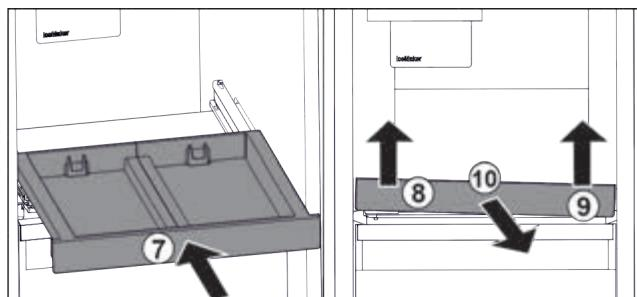

Fig. 82
- Вставити витяжну панель. Fig. 82 (7)
- Підняти витяжну панель спереду ліворуч. Fig. 82 (8)
- Підняти витяжну панель спереду праворуч. Fig. 82 (9)
- Витяжну панель витягнути вперед. Fig. 82 (10)